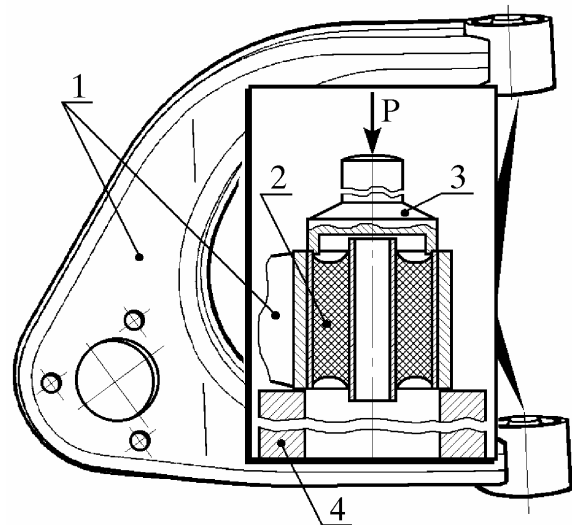

Рис. 10. Выпрессовка сайлентблоков из отверстий верхнего рычага:
5.4.1. Установить верхний рычаг 1 (рис. 10) с сайлентблоками в сборе на приспособление 4 на столе пресса, как показано на рисунке